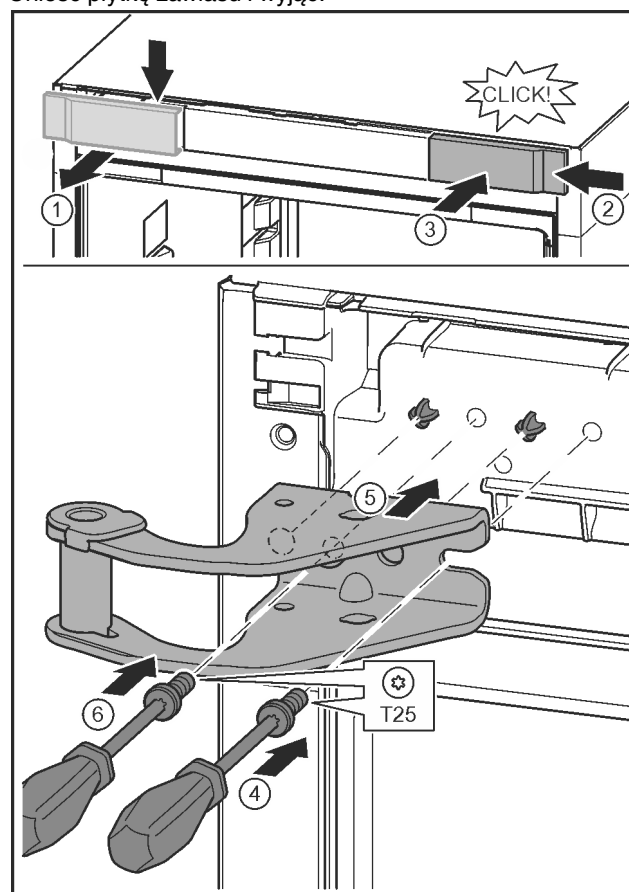

Fig. 15
- ▶ Poluzować osłonę i zdjąć w bok. Fig. 15 (1)
- ▶ Osłonę obróconą o 180° założyć z drugiej strony od prawej. Fig. 15 (2)
- ▶ Zazębić osłonę. Fig. 15 (3)
- ▶ Śrubę założyć przy pomocy śrubokręta T25. Fig. 15 (4)
- ▶ Założyć górną płytkę zawiasu. Fig. 15 (5)
- ▶ Dokręcić śrubę. Fig. 15 (4)
- ▶ Śrubę założyć przy pomocy śrubokręta T25 i mocno dokręcić. Fig. 15 (6)